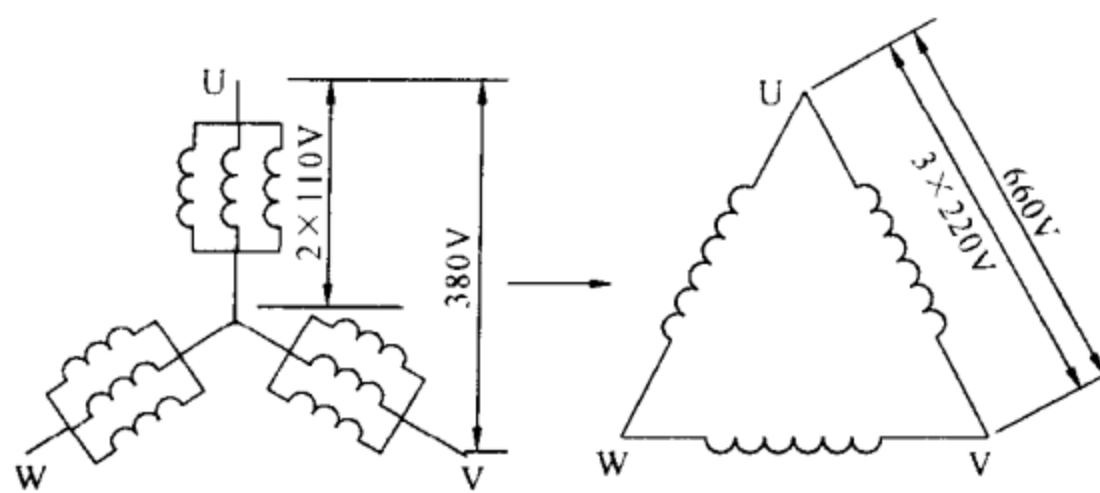

图 4-3 380V 三路、六路 Y 形改为
(4) $380V$ 三路、六路 Y 形改为 $660V$ 串联 \triangle 形：三路 Y 形接法的电动机，要改接为 $660V$ ，可把每相三路 Y 形串接成一路 Y 形，然后接成一路大 (\triangle) 形，以符号 ($\triangle 3$) 表示，接线方法如图 4-3 所示。同样六路 Y 形电动机可把每相六路串接成二路 Y 形，再接成两路大 (\triangle) 形。这种接线方法，改接后每一极相组的电压不变，电动机保持原 $380V$ 时的设计性能。